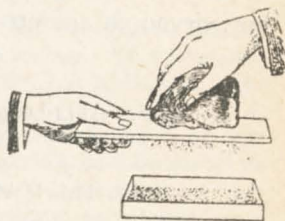

Fig. 45.—El imán natural puede atraer las limaduras, aun através del vidrio.
1) Tome un imán natural (piedra magnética) y toque las limaduras de fierro extendidas sobre un papel. ¿Qué se observa? Fig. 45.